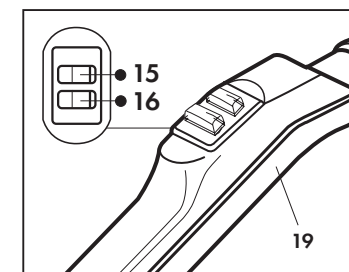
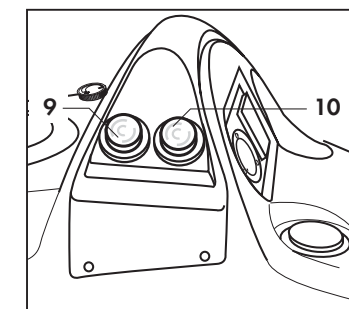

Fig. 13
Fig. 14
Appuyer sur le bouton de commande aspiration (15) placé sur la poignée du tuyau flexible pour brancher ou débrancher la fonction soufflage ; en conservant la pression sur le bouton la puissance d'aspiration augmente ou diminue (Fig. 13)
Pour arrêter l'appareil débrancher les interrupteurs de commande placés sur la poignée (19) (Fig. 13); débrancher les interrupteurs (position OFF) placés sur l'appareil (fig. 14) et débrancher la fiche de la prise de courant.